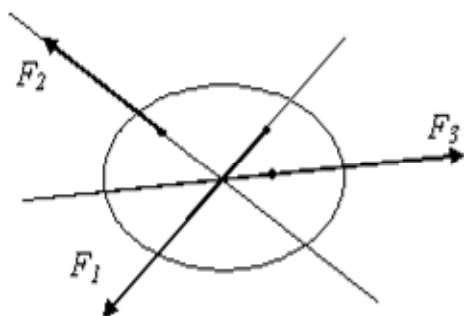

Рис. 4
8. Параллельно оси OX (рис. 4).